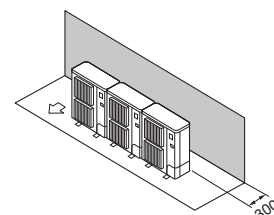

Fig. 2-9
- ① Obstáculos sólo en la parte trasera (Fig. 2-9)